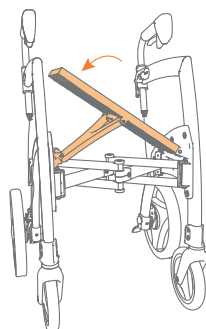

Abbildung 15: Drücken Sie den Sitz nach unten und außen, bis Sie ein 'Klicken' hören.
- Drücken Sie den Sitz nach unten, bis er einrastet. Wichtig: Der Sitz ist erst gesichert, wenn Sie deutlich das 'Klicken' gehört haben (**Abbildung 15**).